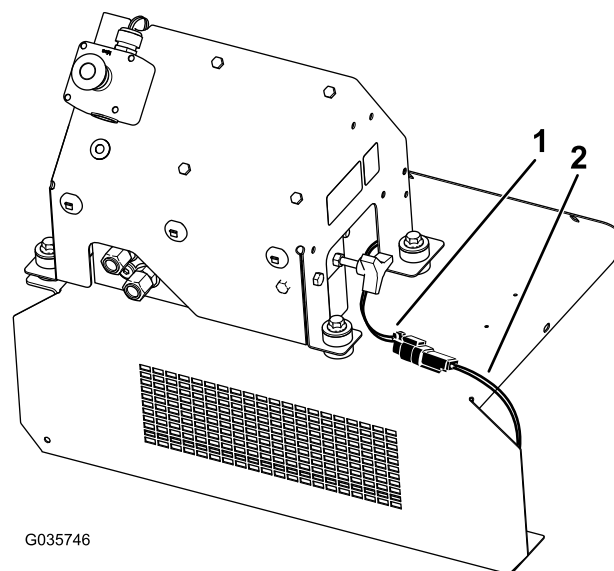

Figure 15
17. Branchez le connecteur de la prise d'alimentation au faisceau de câblage intermédiaire (Figure 15).